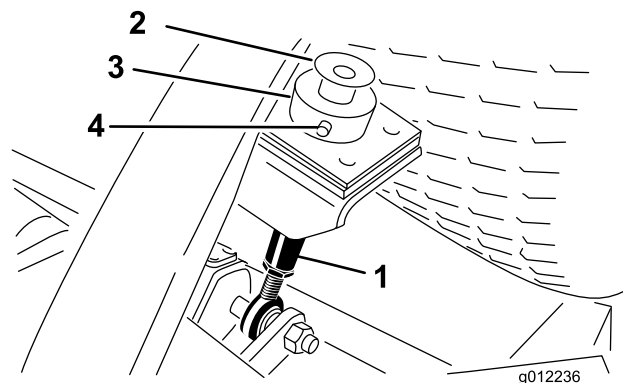

Figura 23
2. Rimuovete il bullone e la rondella montati sulla sommità di ogni asta dell'altezza di taglio (Figura 23).
3. Rimuovete la coppiglia e il perno con testa che fissano il collare dell'altezza di taglio alla relativa asta sulla parte posteriore dell'apparato di taglio (Figura 23). Rimuovete il collare dell'altezza di taglio.